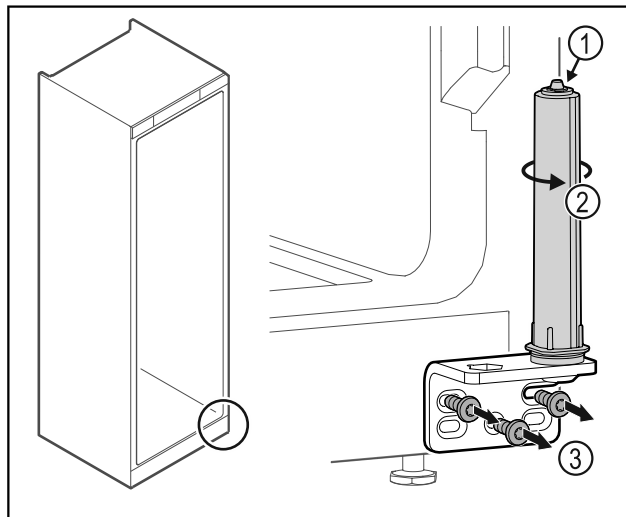

Fig. 39
- Ne rastavljajte sustav zatvaranja vrata Fig. 39 (1).
- Okrećite sustav zatvaranja Fig. 39 (2) dok ne klikne.
- Odvrnite kutne šarke Fig. 39 (3).